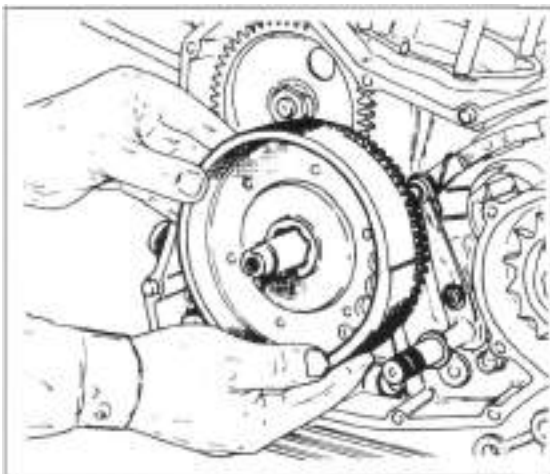

Bild 77
- Scheibe, Rotor und Wellenkeil von Kurbelstumpf abnehmen. Schwungrad mit Freilauf und zwei Rollenkäfige abnehmen (Bild 77). Es folgen Distanzbüchse und Scheibe.